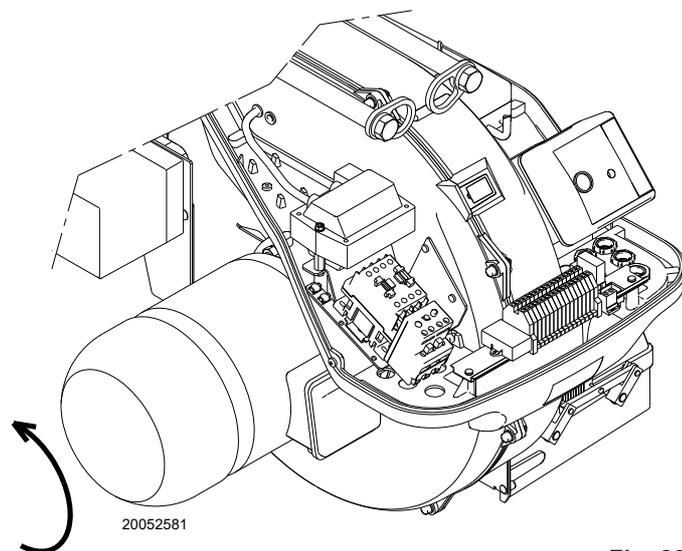

Fig. 28
- controllare il senso di rotazione del motore ventilatore come in Fig. 28.